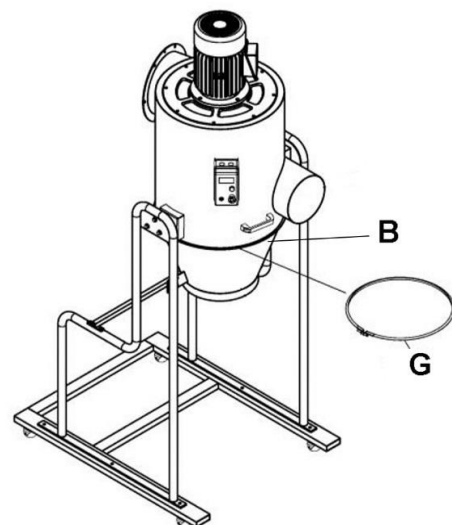

Abbildung 6
7. Den Trichter (B) unter dem Hauptgehäuse anbringen. Mit der Trichterklammer (G) sichern. Siehe Abbildung 6. Die Schraube fest an der Trichterklammer anziehen.